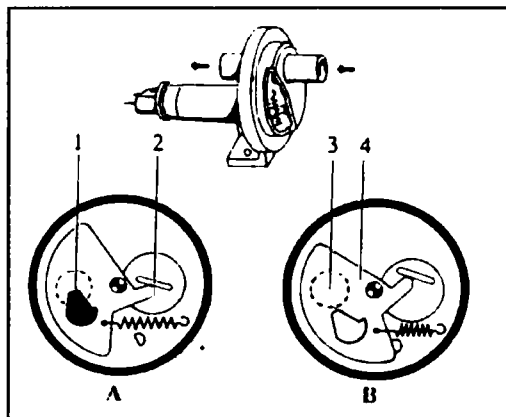

Рис. 4.51 Клапан дополнительной подачи воздуха
Сечение канала (3) (см. рис. 4.51) регулируется заслонкой (4) в которой имеется паз (1) для прохождения воздуха. Изменение положения заслонки является результатом воздействия термобиметаллического элемента с нагревательной обмоткой (2), постоянно находящейся под напряжением при помощи двойного дистанционного выключателя.